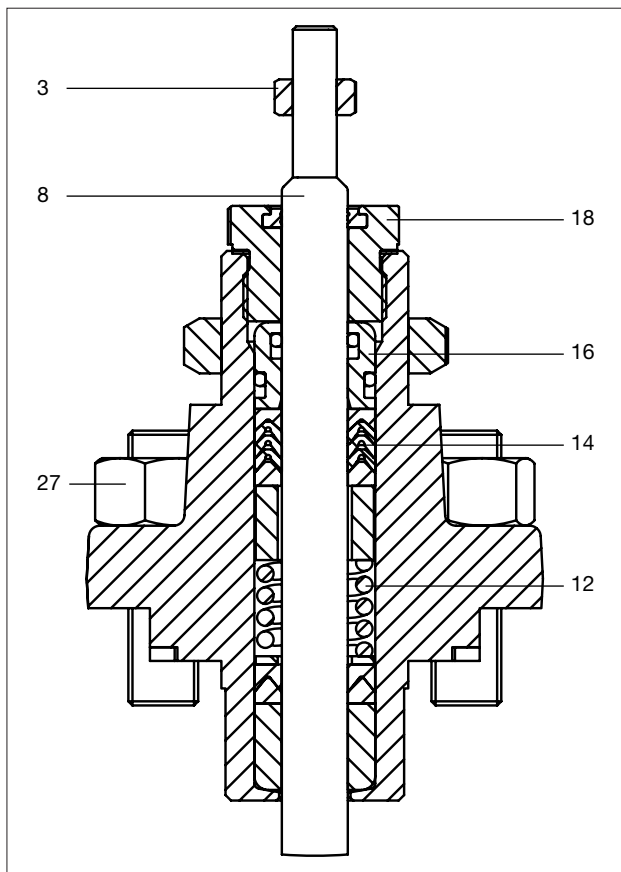

Bild 3: PTFE Spindelabdichtung
- e. Stopfbuchsmutter (18 – Bild 3 oder 4) lösen;
- g. Gehäusemuttern (27 – Bild 3 oder 4) lösen
- h. Das Ventiloberteil (2) und die Ventilkegekstange mit Kegel (8) entfernen